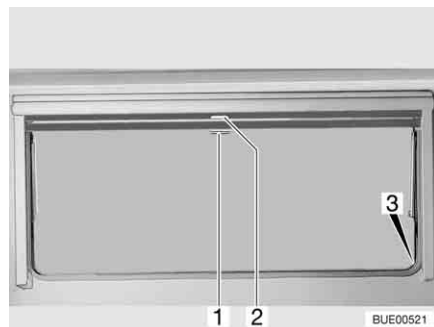

Bild 81 Ausstellfenster
- Verdunklungsrollo am Griff (Bild 81,2) nach unten ziehen. Wenn das Verdunklungsrollo ganz geschlossen wird, das Verdunklungsrollo auf beiden Seiten am Fensterrahmen in die Arretierung (Bild 81,3) einhängen.